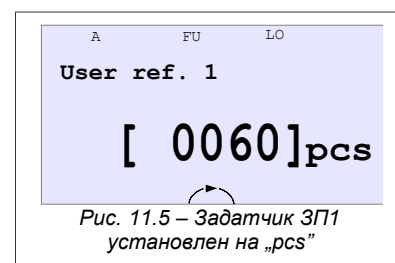

Рис. 11.5 – Задатчик ЗП1 установлен на „pcs”
„3.4. Изменение высвечиваемых значений в базовом виде” на стр. 26) и благодаря этому получить эффект, как это показано на рис. 11.5б.
- **Параметр 4.30** (Выбор задатчика потребителя) установлен на значение 1 (для ЗП1), 2 (для ЗП2), 3 (для ЗП3) или 4 (для ЗП4) – значение определяет о выборе, действующего в данный момент задатчика. На рис. 11.5 показано изменение задатчика для **пар. 4.30** = 1.